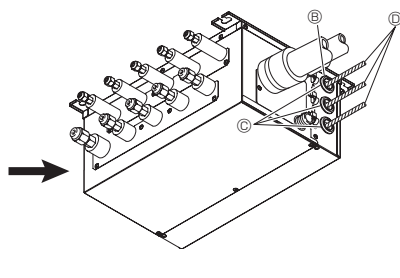

Fig. 9-2
3. Før kablet ind i forgreningsdåsen. (Fig. 9-2)
7. Når forgreningsdåsen installeres udendørs, skal kabelindgangene tættes med kit for at forhindre, at der siver regnvand ind. (Fig. 9-2)